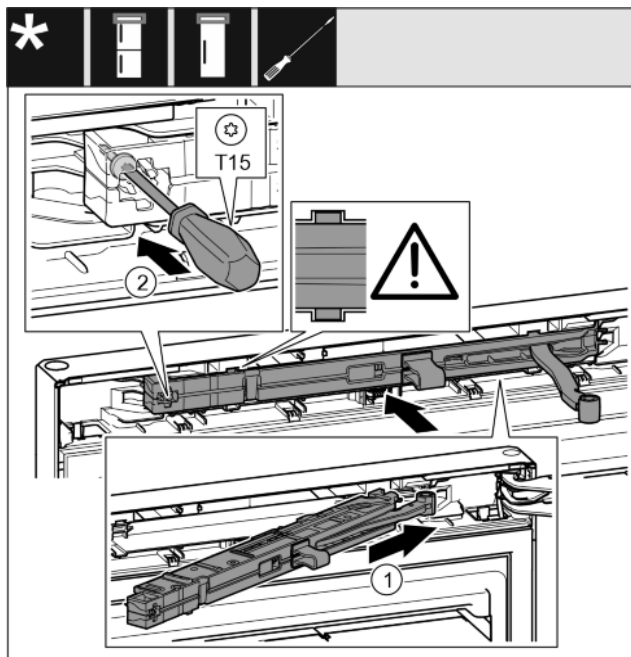

Fig. 38
- ▶ Gurnite jedinicu prigušivača zatvaranja na strani podloška ležaja do graničnika koso u otvor. Fig. 38 (1)
- ▶ Odvijačem T15 čvrsto pritegnite vijak. *Fig. 38 (2)*